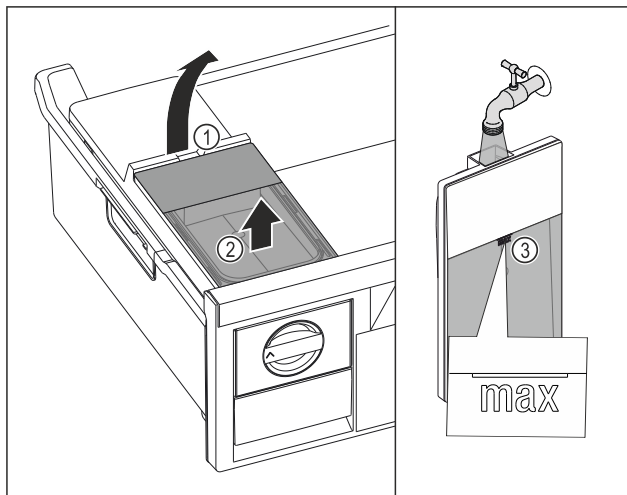

Fig. 85
- ▶ Løft vandtanken op til udsparringen Fig. 85 (1).
- ▶ Tag vandtanken ud fra oven. Fig. 85 (2)
- ▶ Fyld vandtanken med drikkevand op til mærket Fig. 85 (3).